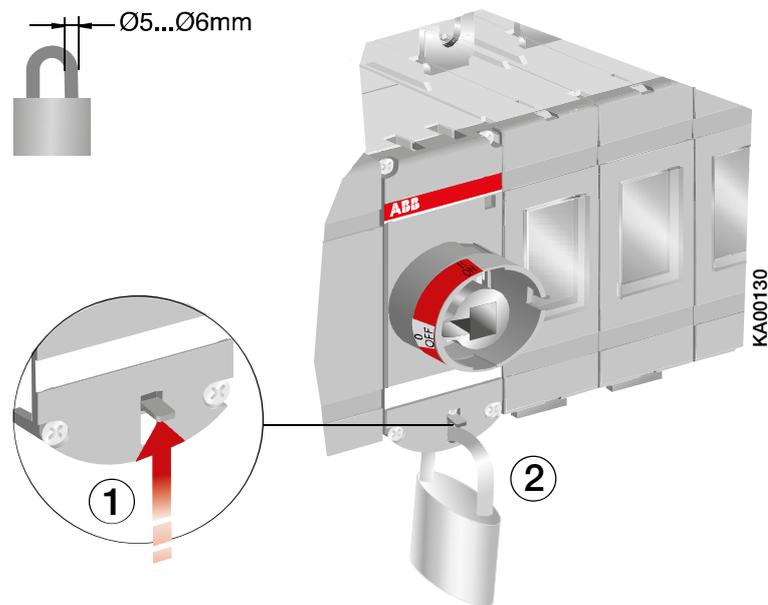

Рис. 7.20. Блокировка дистанционного управления
2. Установите висячий замок под защелку, см. рис. 7.20.